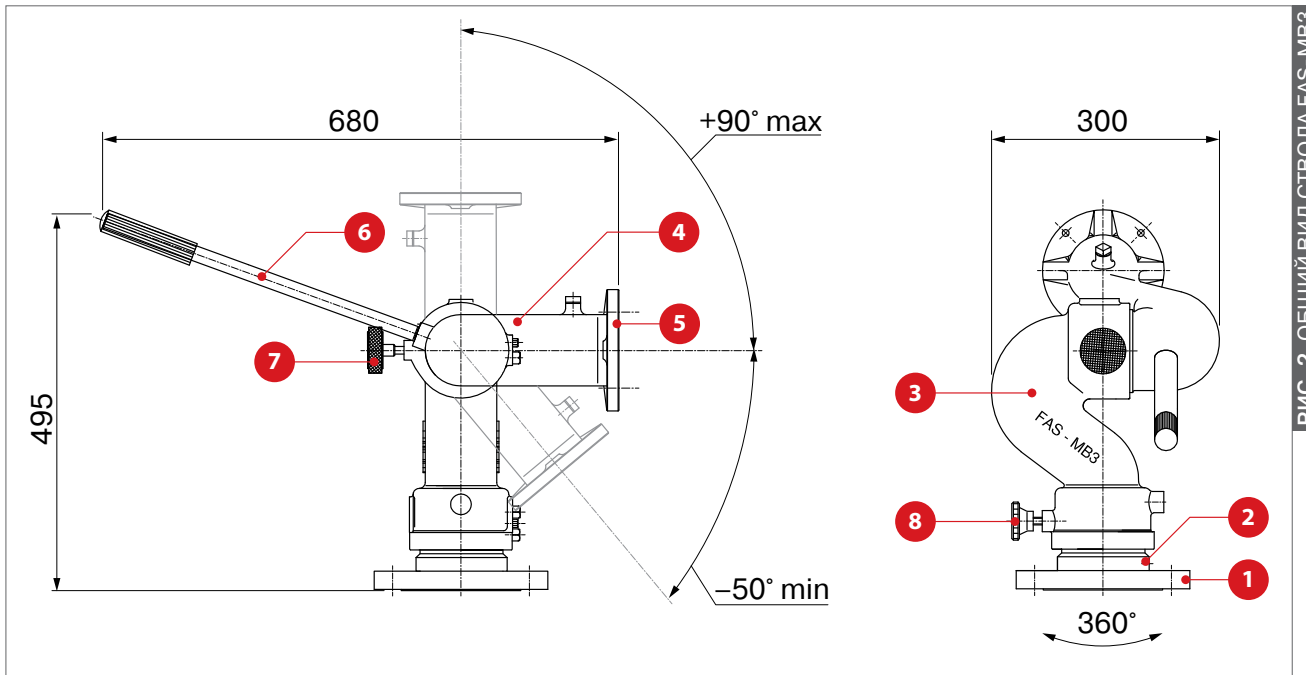

РИС. 2. ОБЩИЙ ВИД СТВОЛА FAS-MB3
Ствол представляет собой манипулятор с двумя степенями подвижности, с входным и выходным фланцами (рис. 2, 3 и табл. 3). Входной (установочный) фланец (поз. 1) предназначен для подачи ОТВ и установки ствола на стационарный фланец трубопровода или мобильную платформу. Выходной фланец (поз. 5) предназначен для установки насадка. Каждая степень подвижности представляет собой пустотелую литую конструкцию (поз. 3, 4). Степени имеют герметичные шарнирные сочленения с возможностью фиксации положения (поз. 7, 8) под любым углом в границах рабочего сектора.
Перед выходным фланцем предусмотрена возможность установки манометра (опция, на рис. 2, 3 не показан), позволяющего оператору контролировать давление ОТВ в процессе эксплуатации.
**Примечание.** Конструктивное исполнение узла фиксации (поз. 7) определяется заводом-изготовителем и может отличаться от указанного на рис. 2, 3. Это обстоятельство не оказывает влияния на технические характеристики ствола, приведенные в табл. 3.